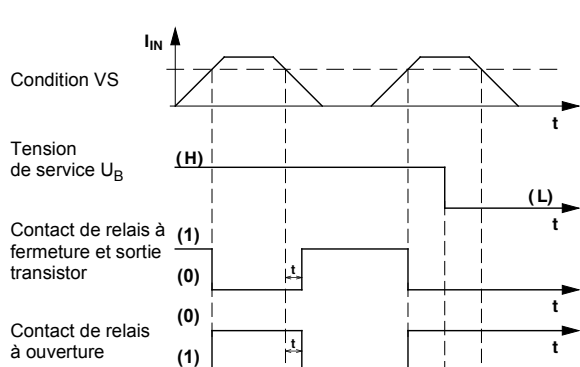

Figure 7 Diagramme fonctionnel : commande par courant de travail si la valeur seuil (VS) n'est pas atteinte
- Figure 7 : tourner le potentiomètre de valeur seuil jusqu'à ce que la LED jaune « SW » s'éteigne.